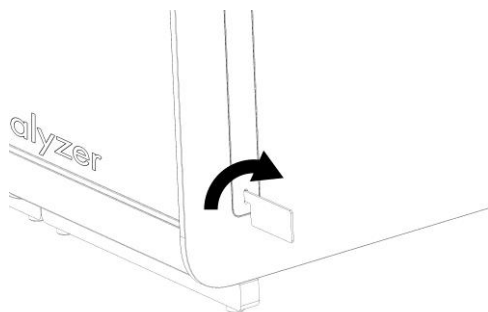

Figura 10. Rimozione dei coperchi di protezione.
- 1e. Rimuovere i coperchi di protezione dal lato del modulo analitico, vale a dire il punto in cui deve essere collegato il modulo analitico aggiuntivo (Figura 10).